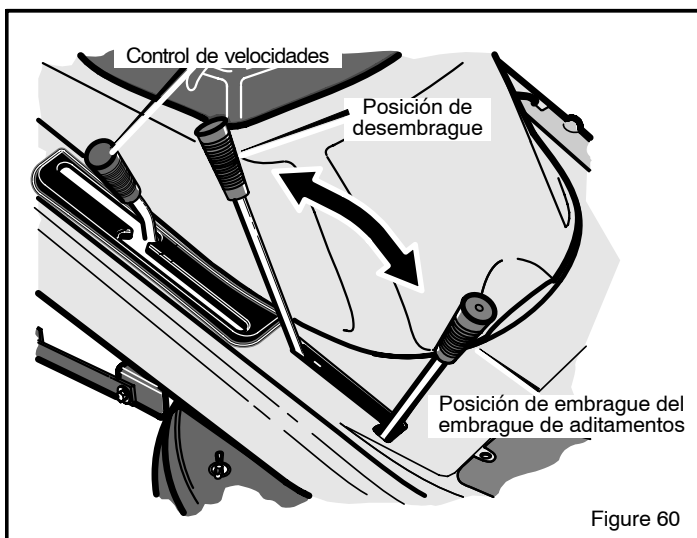

Figure 60
2. Mueva la palanca de control de velocidades a la posición neutro (N) (Figure 60).